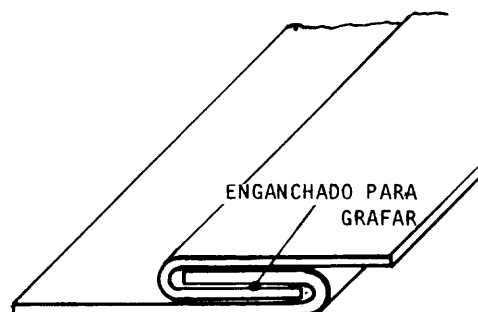

Fig. 3
- ___ a Enganche los extremos plegados de la chapa (fig. 3).